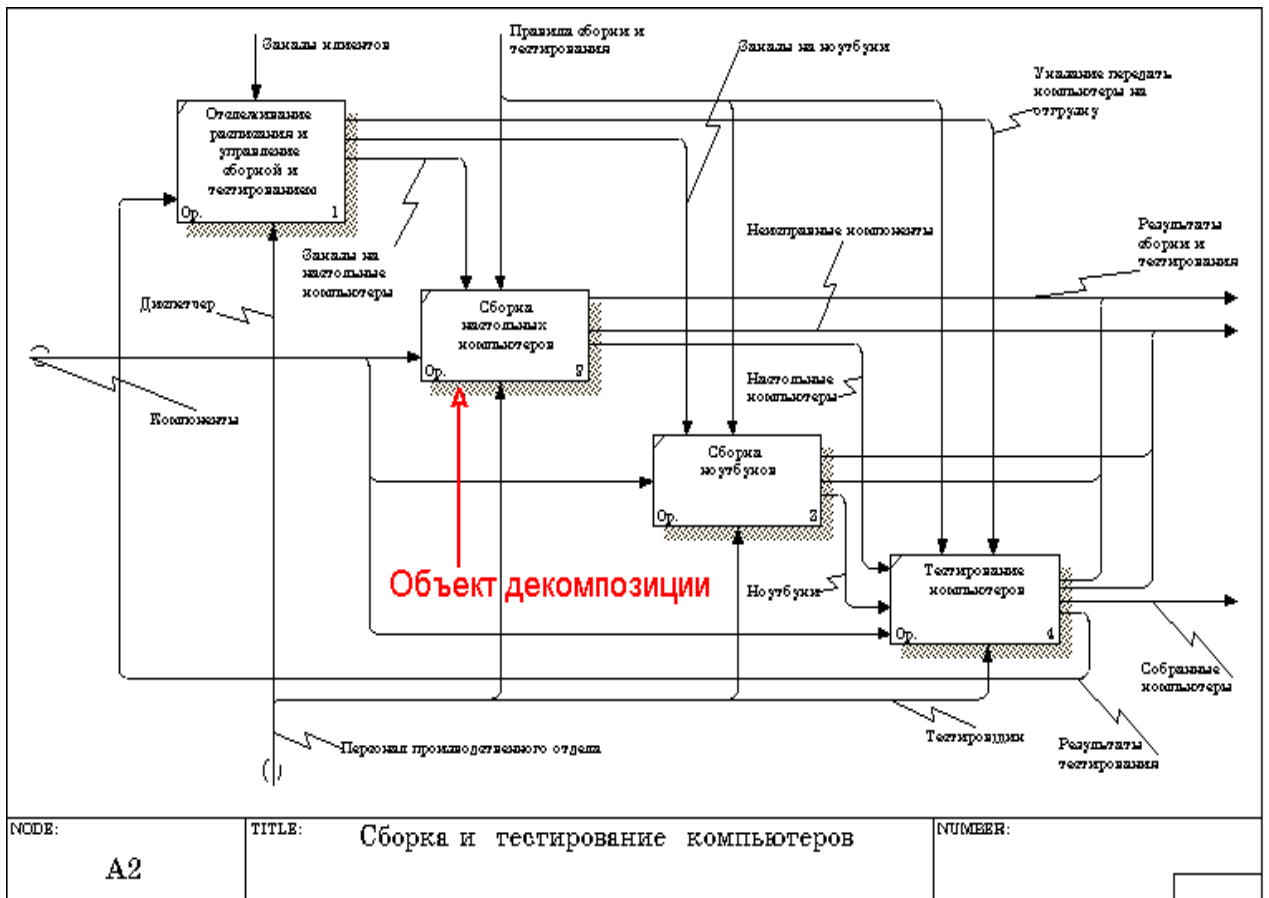

Рисунок 1.47 – Диаграмма A2 с объектом декомпозиции
1. Перейдите на диаграмму A2 и декомпозируйте работу «**Сборка настольных компьютеров**» (рисунок 1.47).